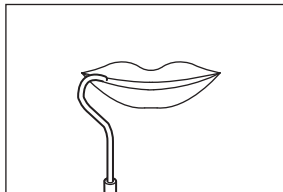

Abb. 6
- 2) Hängen Sie den Lippenhaken in den Mundwinkel des Patienten ein. (Abb. 6)